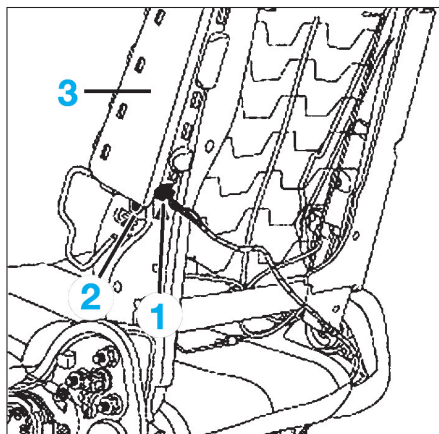

FIG. 6
- le rivet (2) de fixation de l'airbag (Fig.6)
- l'airbag (3).